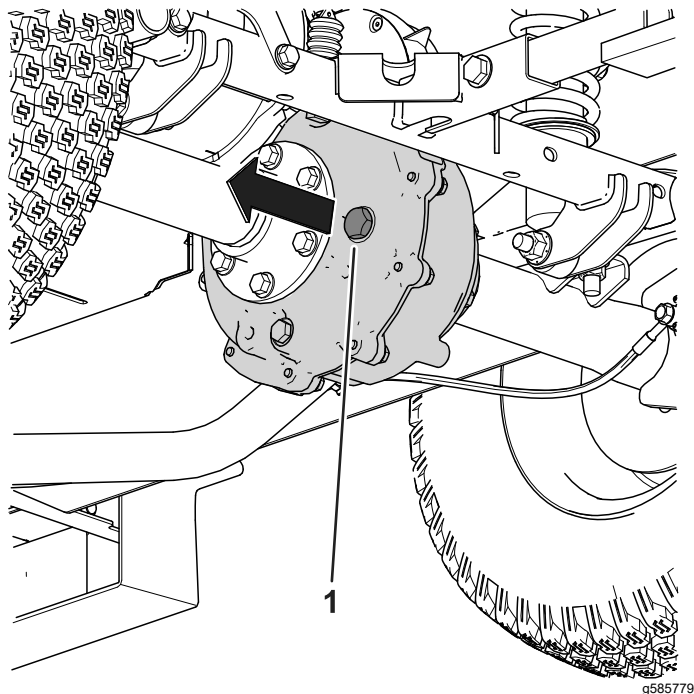

図 53
2. 液面が低い場合は、フィルプラグを取り外し、指定された液[トランスアクスルオイルの交換 (ページ 47)に表示]を穴からなくなるまで追加する(図 53)。